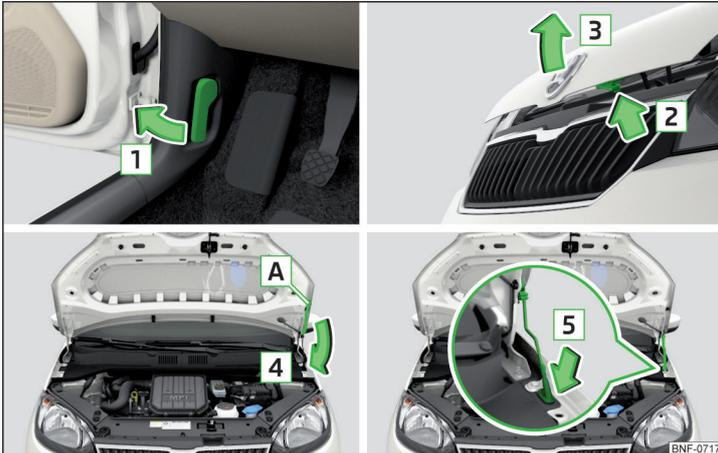

Abb. 106 Motorraumklappe öffnen
- Die Vordertür öffnen und am Entriegelungshebel unterhalb der Schalttafel in Pfeilrichtung **1** ziehen » Abb. 106.